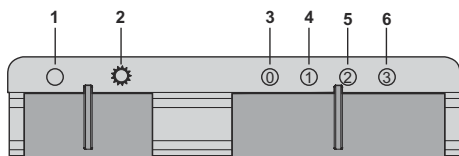

Fig. 18
1. ➤ Portare in questa posizione per spegnere la lampada (Fig. 18).
2. ➤ Portare in questa posizione per accendere la lampada (Fig. 18).
3. ➤ Portare in questa posizione per spegnere la lampada (Fig. 18).
4. ➤ Portare questa posizione quando si desidera utilizzare il prodotto alla velocità 1 (Fig. 18).
5. ➤ Portare questa posizione quando si desidera utilizzare il prodotto alla velocità 2 (Fig. 18).
6. ➤ Portare questa posizione quando si desidera utilizzare il prodotto alla velocità 3 (Fig. 18).